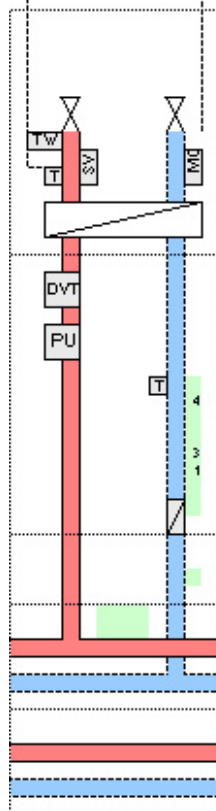

Bild 35
35. Verbindung der Heizung indirekt über Wärmetauscher an den Heizkreis (HID) (Bild 35)
Bauteile und Hydraulik (Bild 35)